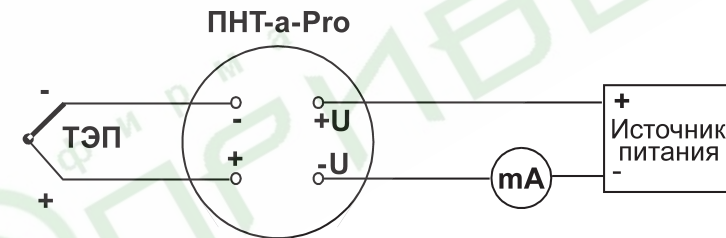

Рис. 2
- 8.1 Собрать схему измерения согласно рис. 2